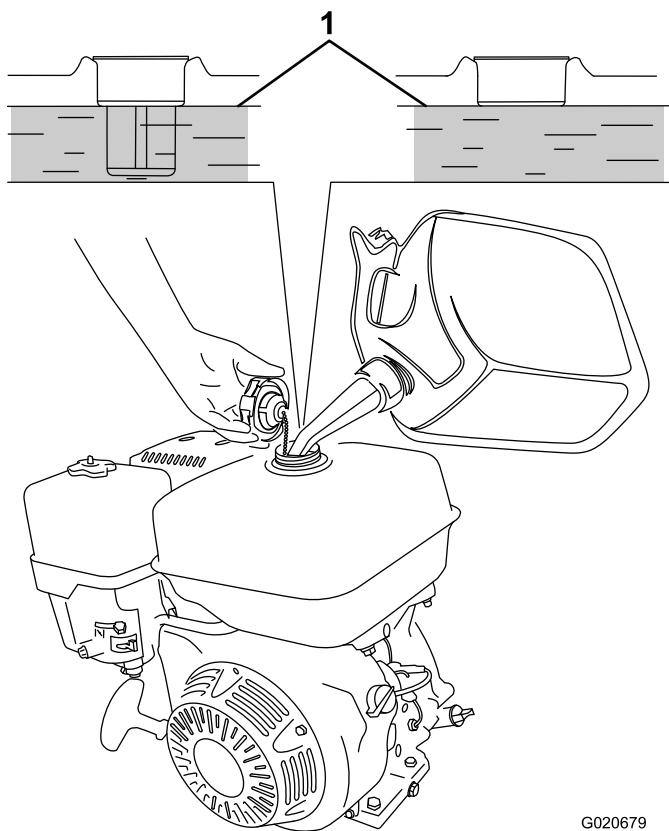

Figura 13
3. Añada gasolina sin plomo al depósito de combustible hasta que el nivel llegue al borde inferior del nivel máximo de combustible, según se muestra en Figura 13.